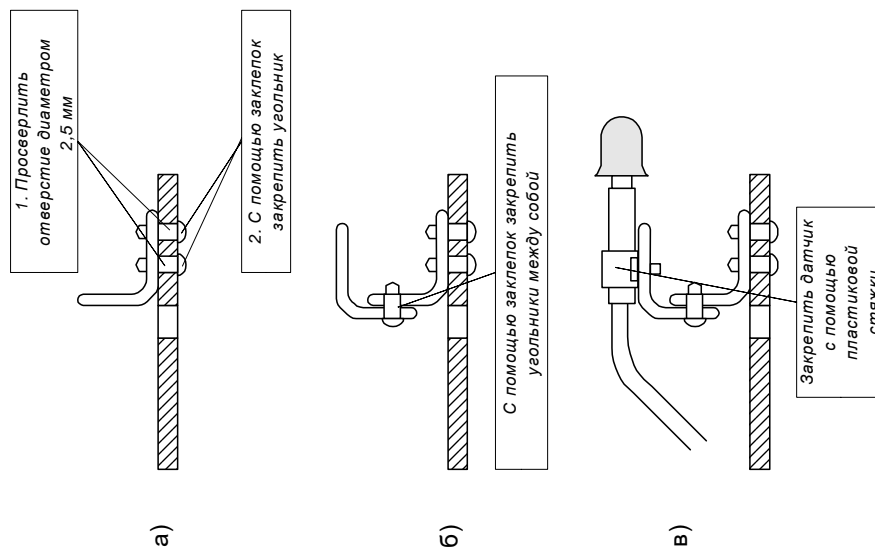

Рис. 2.6. Крепление ВОД в отсеке сборных шин
- установка ВОД в отсеке сборных шин (рис.2.6).